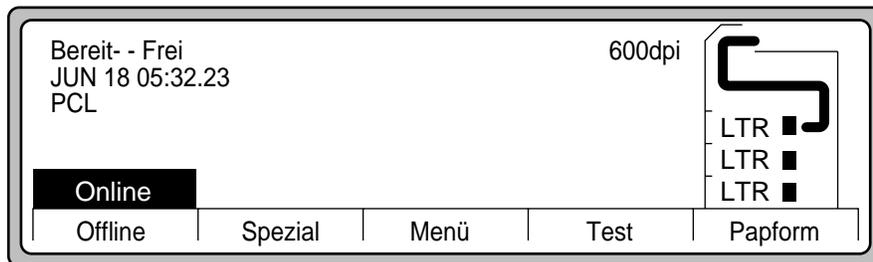
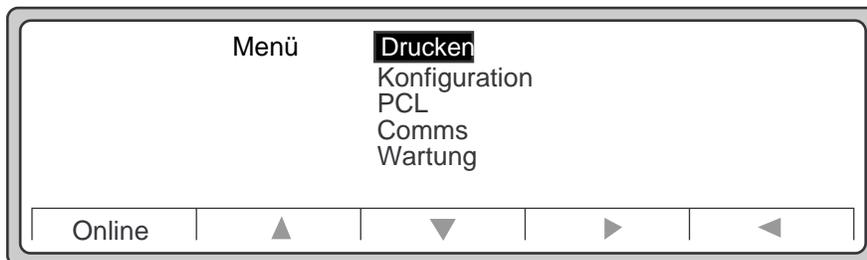

Abbildung 2-73 Hauptmenü
Abbildung 2-80 Menü
1. Drücken Sie den **Linkspfeil**, um zu dem **Hauptmenü** (siehe Abbildung 2-73) zurückzukehren.
1. Drücken Sie im **Hauptmenü** (siehe Abbildung 2-73) die Option **Menü**. Daraufhin erscheint die in Abbildung 2-80 dargestellte Anzeige.